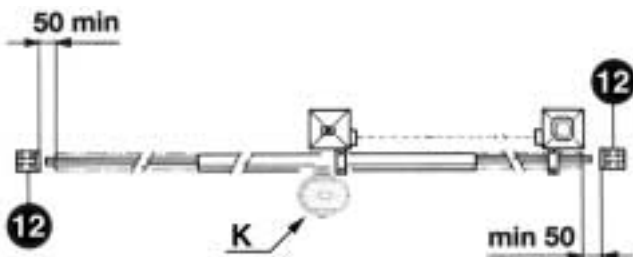

Fig. 2
Es ist notwendig, am Ende der Führung zwei mechanische Stoppvorrichtungen zu befestigen (12) (Abb. 2).